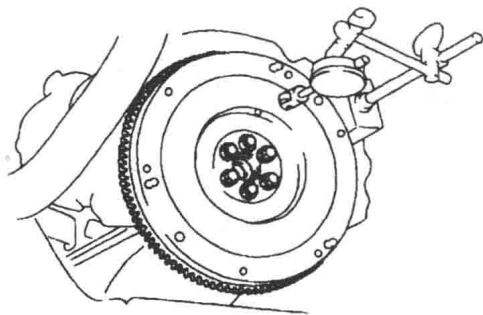

图 1-14 飞轮摆振的检查
②将从动盘置于配套的符合标准的压盘上,用塞尺测量从动盘与压盘间的间隙,间隙应不大于 0.08 mm。
③检查飞轮摆振。将磁力表座吸附在发动机机体上,百分表表针抵在飞轮的最外圈,如图 1-14 所示,最大摆振小于 0.1 mm,如摆振超差,应修理或更换飞轮。